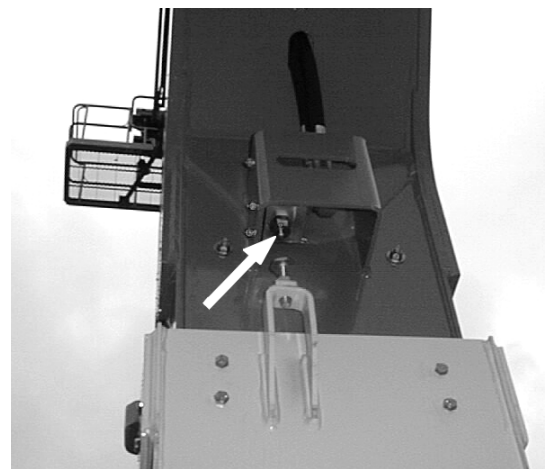

Рис. 2-6. Горизонтальный концевой выключатель нижней стрелы
- d. Полностью поднимите основную секцию нижней стрелы. Выдвиньте внутреннюю секцию нижней стрелы на несколько десятков сантиметров. Убедитесь, что плунжер на горизонтальном концевом выключателе нижней стрелы в конце основной секции нижней стрелы полностью выдвинут. На Рис. 2-6. плунжер показан в полностью выдвинутом положении.